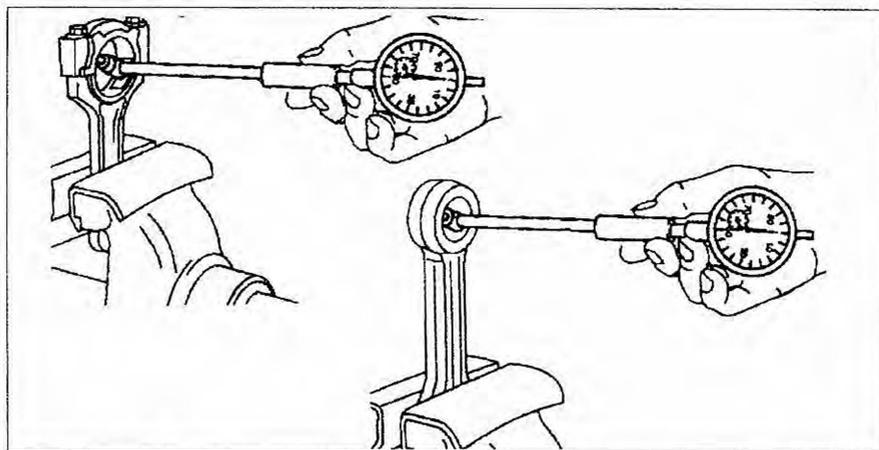

Рис. 2.45. Проверка диаметров верхней и нижней головок шатуна с помощью индикатора.
4. Измерьте диаметры нижней и верхней головок шатуна (рис. 2.45). Если измеренное значение больше допустимого, притрите контактную поверхность шатунной крышки на 0.2 мм.